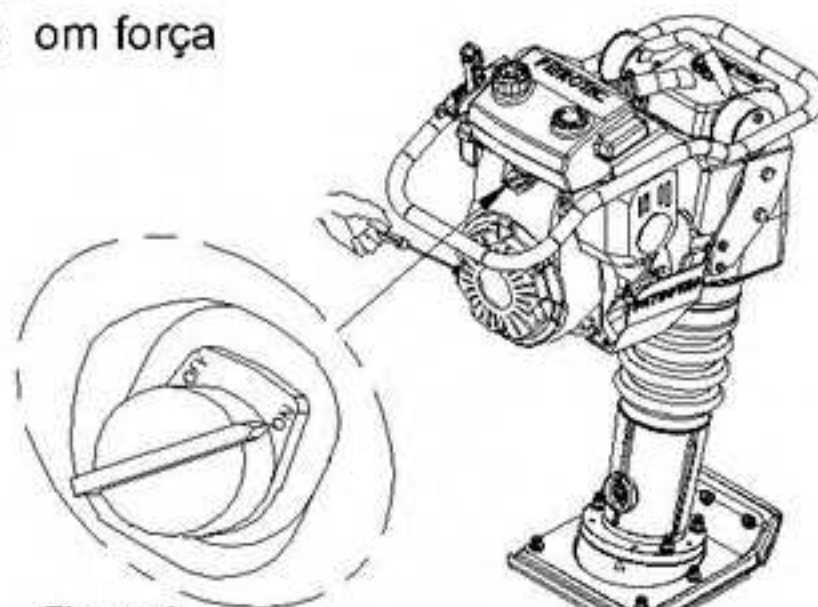

Figura 1
Localizada na parte traseira do motor, a chave na posição (OFF) interrompe o funcionamento do motor, e na posição (ON) está preparado para iniciar a partida. (Figura 1).
- 2 - Para verificar o nível de óleo do motor, coloque-o na posição correta conforme indica a figura 1.